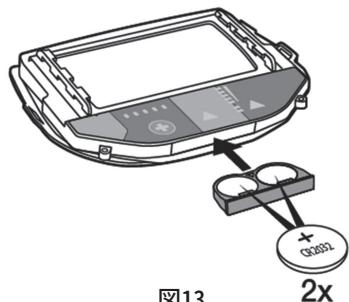

図13
- 新しい電池 (CR2032 × 2個) をバッテリーホルダーに入れてください (図13)。